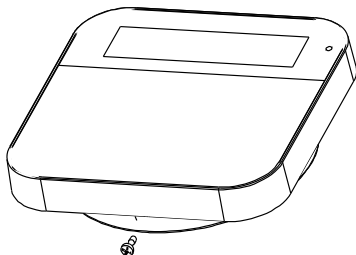

Fig. 3
4. Fastgør skruen til huset i bunden af frontdækslet (se Fig. 3).